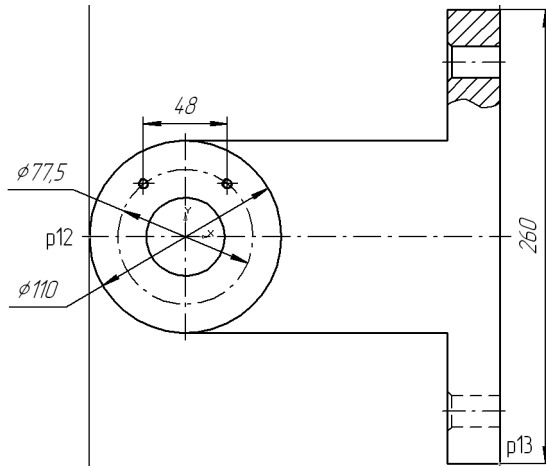

Рис. 51.47.
2. Проведите вертикальные вспомогательные прямые через точки р12 и р13 на главном виде детали (рис. 51.47).